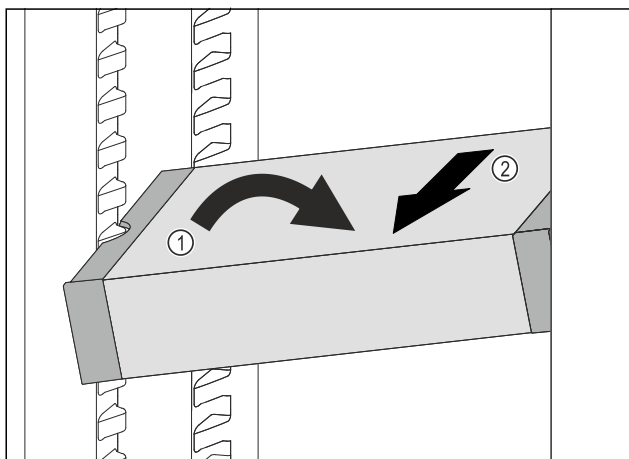

Fig. 124
- Расположите VarioSafe в холодильном отделении под наклоном. Fig. 124 (1)
- Извлеките VarioSafe движением вперед. Fig. 124 (2)